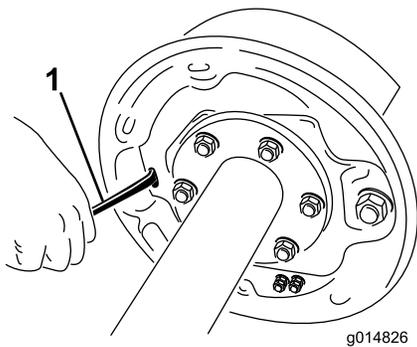

图 62
4. 用螺丝刀转动调整装置组件的星形轮以扩展刹车片 (图 62)。